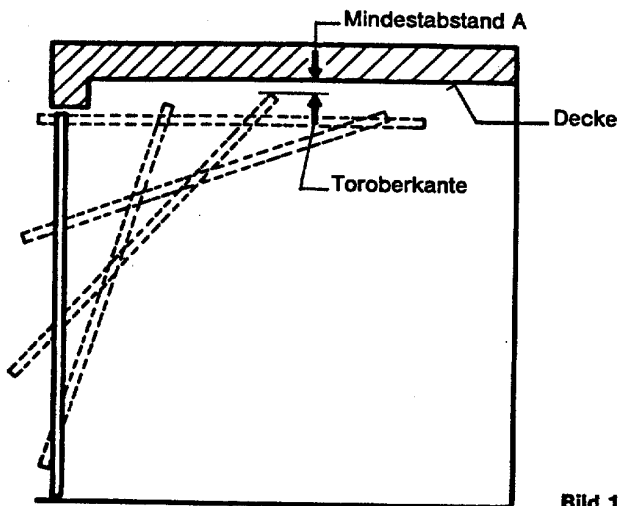
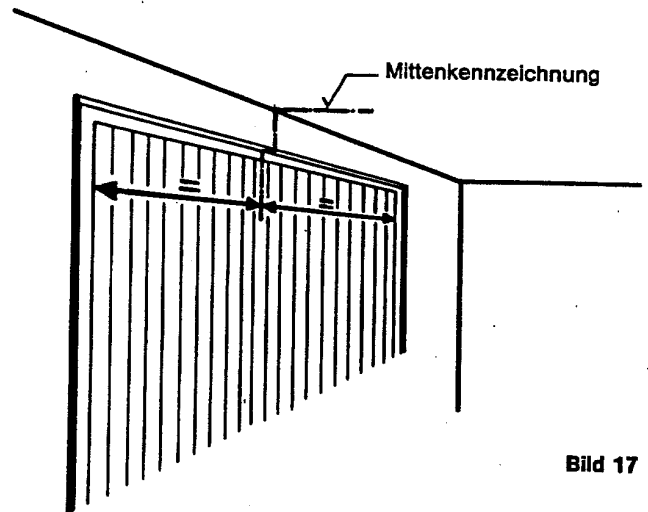
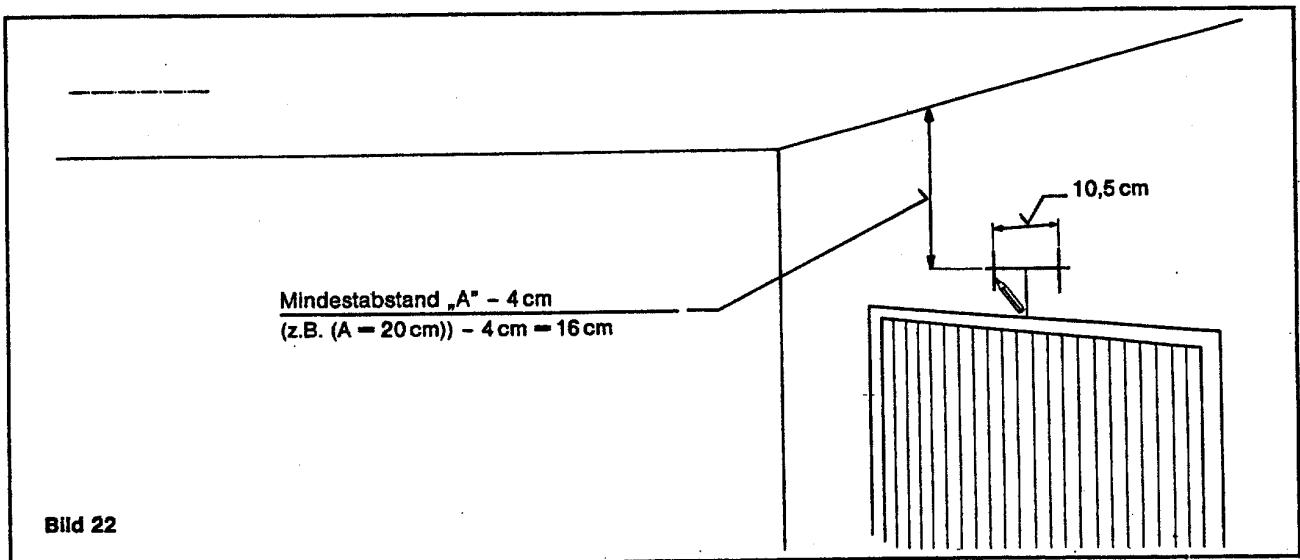

Bild 16
Bild 17
Bild 22
5.12.) Tor langsam schließen und dabei den Mindestabstand A (Toroberkante - Decke) mind. 60 mm messen (Bild 16).
5.13.) Deckenmontage: Bei einem Mindestabstand „A“ (vgl. Bild 16) unter 12 cm Torantrieb direkt an die Decke montieren. Dazu Mittenkennzeichnung in Sturznahe auf die Decke übertragen (Bild 17).
5.18.) Sturzmontage: Bei einem Mindestabstand „A“ (vgl. Bild 16) über 12 cm auf dem Sturz symmetrisch zur Tormitte zwei senkrechte Linien mit 10,5 cm Abstand ziehen und dann mit Deckenabstand = Mindestabstand A - 4 cm (Mindestabstand siehe 5.12.) eine waagrechte Linie ziehen (Bild 22).